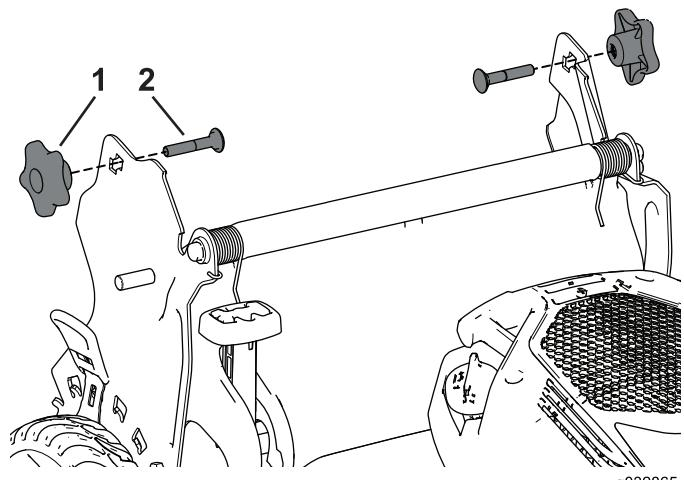

Рисунок 27
3. Вставьте каретный болт (так, чтобы головка болта была направлена внутрь) сквозь кронштейн рукоятки и в верхнее отверстие торцевой части рукоятки. Убедитесь в том что квадратная кромка каждого каретного болта вошла в верхнее или нижнее квадратное отверстие соответствующего кронштейна рукоятки (Рисунок 27).